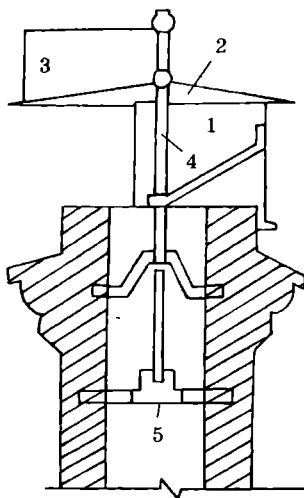

Рис. 42. Флюгер:
На рис. 42 показана одна из конструкций флюгера, состоящего из стального полуцилиндра (1), накрытого сверху конической крышкой (2) с полотном (3). Полуцилиндр (1) скреплен со свободно вращающейся осью (4), опирающейся на подпятник (5). Под воздействием ветра полотно поворачивает полуцилиндр выпуклой стороной в сторону ветра, предупреждая задувание его в выходное отверстие; в то же время ветер, скользя вдоль наружных стенок полуцилиндра, подсасывает газы из трубы.